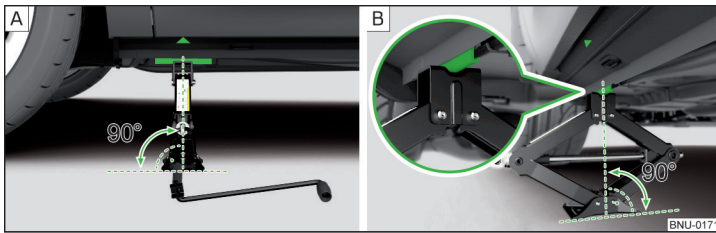

Fig. 324 Application du cric
La tige d'insertion du cric se trouve directement sous le marquage du revêtement » fig. 324 - [A].
- Placez l'embase du cric sur toute la surface sur un sol plan pour que le cric s'applique perpendiculairement à l'emplacement du point d'appui » fig. 324 - [A].
- Élevez le cric avec la manivelle jusqu'à ce que la mâchoire du levier touche le point d'appui » fig. 324 - [B].